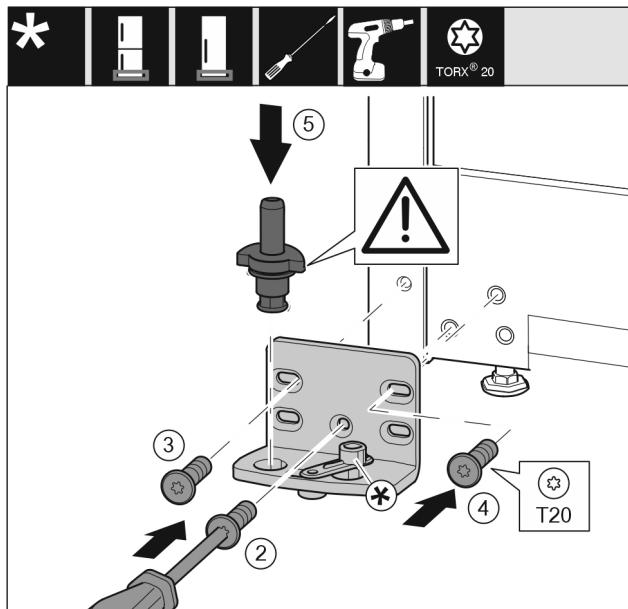

Fig. 14
- ▶ Εφαρμόστε το στήριγμα στην άλλη πλευρά και βιδώστε το με τη βοήθεια ενός κατσαβίδιου T20. Αρχίστε με τη βίδα 2 κάτω στο κέντρο. Fig. 14 (2)
- ▶ Σφίξτε τη βίδα 3 και 4. Fig. 14 (3,4)
- ▶ Τοποθετήστε ολόκληρο τον πείρο. Βεβαιωθείτε ότι το έκκεντρο ασφάλισης είναι στραμμένο προς τα πίσω. Fig. 14 (5)